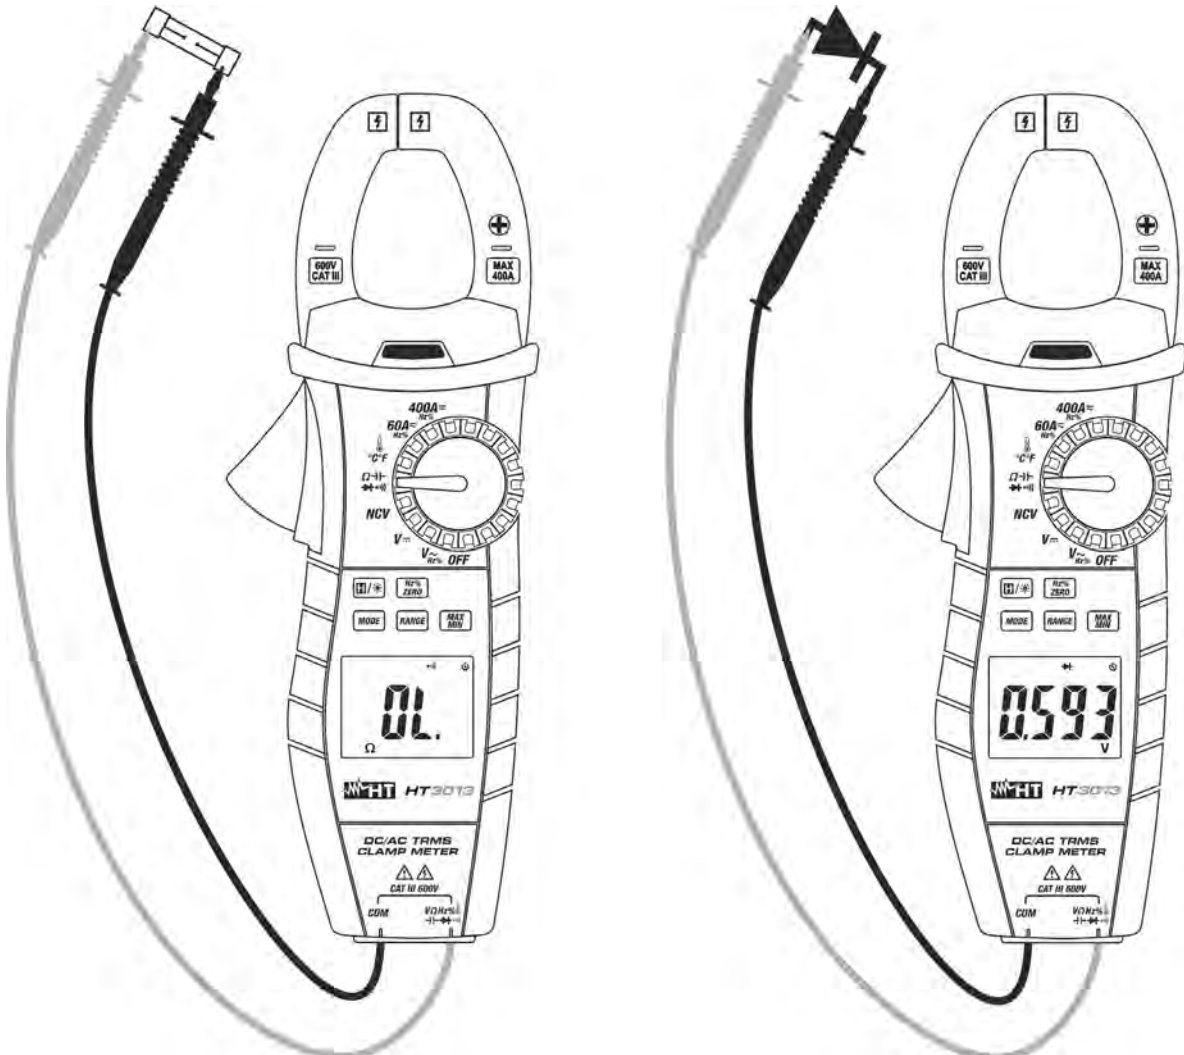

Fig. 8: Uso dello strumento per Test Continuità e Prova Diodi
3. Inserire il cavo rosso nel terminale di ingresso $\rightarrow \rightarrow \rightarrow \rightarrow \rightarrow \rightarrow$ e il cavo nero nel terminale di ingresso **COM** ed eseguire il test di continuità sull’oggetto in prova (vedere Fig. 8– parte sinistra). Il cicalino emette un segnale acustico quando il valore della resistenza misurata è inferiore a 30Ω
5. Connettere il puntale rosso all’anodo del diodo e il puntale nero al catodo in caso di misura di polarizzazione diretta (vedere Fig. 8 – parte destra). Invertire la posizione dei puntali in caso di misura di polarizzazione inversa